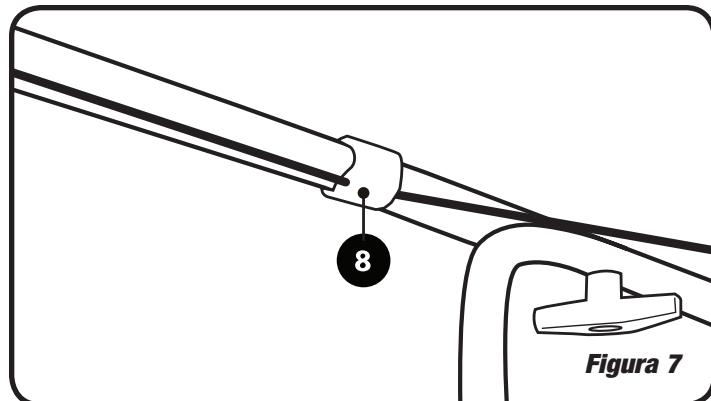

Figura 7
2. Asegurar el cable al asidero superior con la abrazadera para cable (artículo 8). Véase la Figura 7.